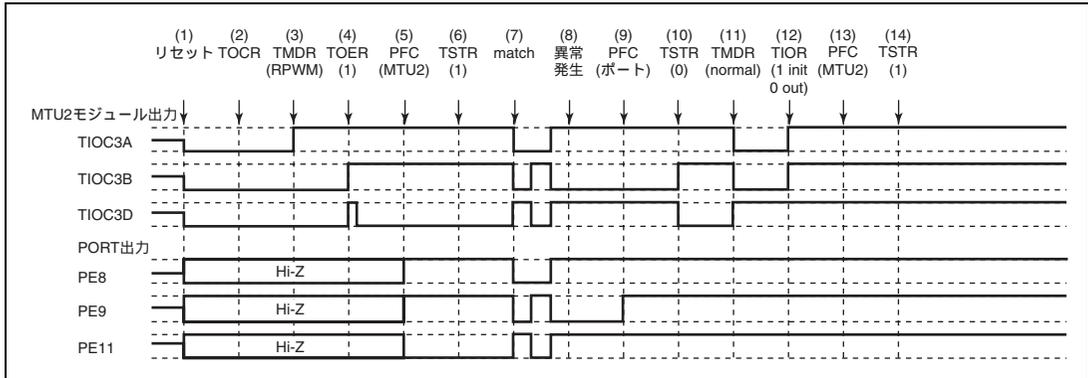

図 11.140 リセット同期 PWM モードで異常が発生し、ノーマルモードで復帰する場合
(1) ~ (10) は図 11.140 と共通です。
(11) PWM モード 1 を設定してください (MTU2 出力は正相側がローレベル、逆相側がハイレベルとなります)。
(12) TIOR で端子を初期化してください (PWM モード 1 では TIOC\*B 側は初期化されません)。
(13) PFC で MTU2 出力としてください。
(14) TSTR で再スタートします。
(28) リセット同期 PWM モードで動作中に異常が発生し、相補 PWM モードで再スタートする場合の動作
- (1) ~ (10) は図 11.140 と共通です。
- (11) TOER でチャンネル 3、4 の出力を禁止してください。
- (12) TOCR で相補 PWM の出力レベルと周期出力の許可禁止を選択してください。
- (13) 相補 PWM を設定します (MTU2 の周期出力端子はローレベルになります)。
- (14) TOER でチャンネル 3、4 の出力を許可してください。
- (15) PFC で MTU2 出力としてください。
- (16) TSTR で再スタートします。
(29) リセット同期 PWM モードで動作中に異常が発生し、リセット同期 PWM モードで再スタートする場合の動作
- (11) PFC で MTU2 出力としてください。
- (12) TSTR で再スタートします。
- (13) コンペアマッチの発生によりリセット同期 PWM 波形を出力します。